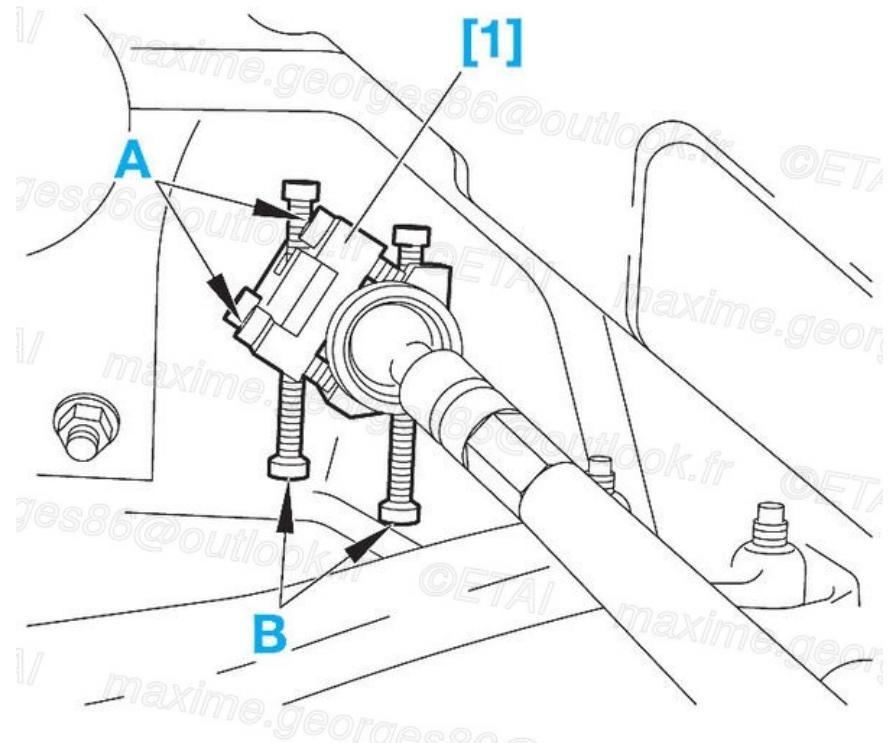

Fig.10
- Positionner l'outil [1] sur la crémaillère, du côté gauche, afin que ses appuis rotulés prennent appuis sur le berceau (Fig.10) (/media/RTA/RTA_714/RTA714A-006-010X.jpg).